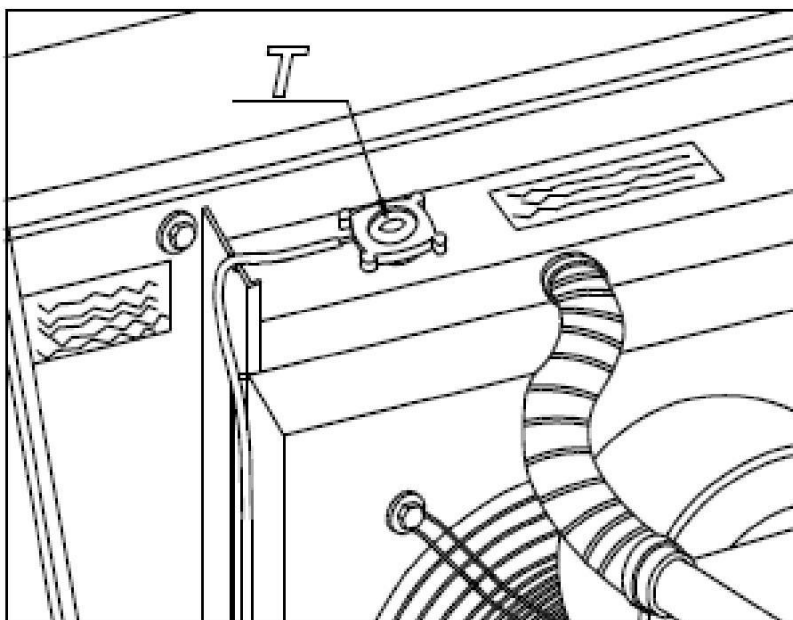

FIG. 9
-7.1.5 Verificați nivelul lichidului de răcire din radiator (Fig.9).